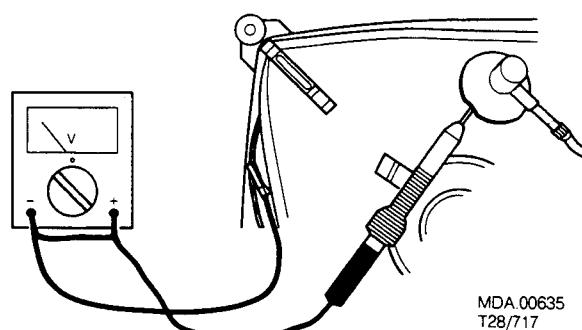

Fig. 1
2. Um Beschädigungen an integrierten Schaltungen, Dioden, Transistoren usw. zu vermeiden, sind Hochspannungsüberschläge unbedingt zu vermeiden. Damit die Bildröhre keinen Schaden nimmt, muss beim Entladen die in Bild 1 dargestellte Methode angewandt werden. Es sind eine Hochspannungssonde und ein Universalmessgerät einzusetzen (Stellung DC-V). So lange entladen, bis die Anzeige am Messgerät 0 Volt geworden ist (nach ca. 30 s).